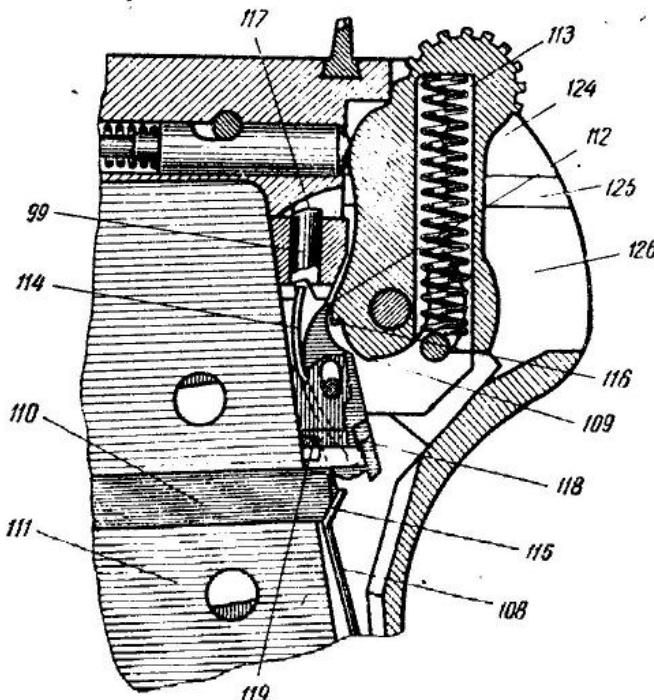

Рис. 36
4. Тугое движение разобщителя в гнезде колодки ударно-спускового механизма (99 на рис. 36).
1. Изгиб спусковой пружины вперед (108 на рис. 36).
2. Забитость боевого взвода курка (109 на рис. 36).
3. Изгиб тяги спуска (110 на рис. 36).
4. Смятие стенок коробки магазина (111 на рис. 36).
1. Износ боевого взвода курка (109 на рис. 36).
2. Износ шептала (112 на рис. 36).
3. Осадка или поломка боевой пружины (113 на рис. 36).
4. Осадка пружины шептала (114 на рис. 36).
5. Осадка спусковой пружины (108 на рис. 36).
1. Изгиб разобщителя (99 на рис. 36).
2. Изгиб верхнего конца спусковой пружины вперед (115 на рис. 36).
3. Помягкость тяги спуска и стенок магазина (110 и 111 на рис. 36) (см. стр. 37—38, «Тугой спуск курка с боевого взвода», причины 3 и 4).
<p>Курок, поставленный на предохранительный взвод, не должен срываться с него при нажатии пальцем руки снизу на головку и при действии на спуск.</p> <p>Причины срыва курка с предохранительного взвода:</p> <ol style="list-style-type: none"> 1. Скрошенность передней стенки выема на курке (1/6 на рис. 36). <p>Скрошенность передней стенки выема предохранительного взвода курка, а также следы выкрошенности, независимо от их величины, не допускаются.</p> <ol style="list-style-type: none"> 2. Скрошенность шептала (1/2 на рис. 36). <p>Осмотреть шептало.</p> <p>Шептало должно быть без следов скрошенности независимо от их величины.</p> <ol style="list-style-type: none"> 3. Намины на рабочем конце шептала (1/2 на рис. 36). <p>Посмотреть через контрольное отверстие колодочки, полностью ли входит верхний рабочий конец шептала в предохранительный выем курка.</p> <p>На верхнем конце шептала не должно быть следов наминов и заобин, вызывающих незаскакивание его в выем курка.</p>
<p>Неудержание затвора в переднем положении при постановке курка на предохранительный взвод</p> <p>Поставить курок на предохранительный взвод и давлением рукой опробовать, прочно ли удерживается затвор разобщителем и не отводится ли он в заднее положение.</p> <p>Причины неудержания затвора:</p> <ol style="list-style-type: none"> 1. Износ верхней части разобщителя (1/7 на рис. 36). <p>Осмотреть разобщитель, не имеет ли его верхняя часть скругления и износа по высоте.</p> <ol style="list-style-type: none"> 2. Износ призматического выступа шептала (1/8 на рис. 36) или плечика разобщителя (1/9 на рис. 36).
<p>4. Осадка или поломка боевой пружины (113 на рис. 36).</p> <p>Осмотреть боевую пружину и проверить ее действие.</p> <p>Боевая пружина должна действовать энергично; она должна иметь 16 рабочих витков.</p>	<p>Заменить боевую пружину запасной.</p>
<p>5. Трение курка о стенки заднего выреза в затворе (124 на рис. 36), колодке (125 на рис. 36) и рамке (126 на рис. 36).</p> <p>Опробовать движение курка в заднем вырезе затвора, колодки и рамки: нет ли трения и задержек при движении курка.</p>	<p>Места на затворе, колодке и рамке, где происходит трение, зачистить плоским надфилем до свободного прохода курка. Поверхность курка не зачищать.</p>